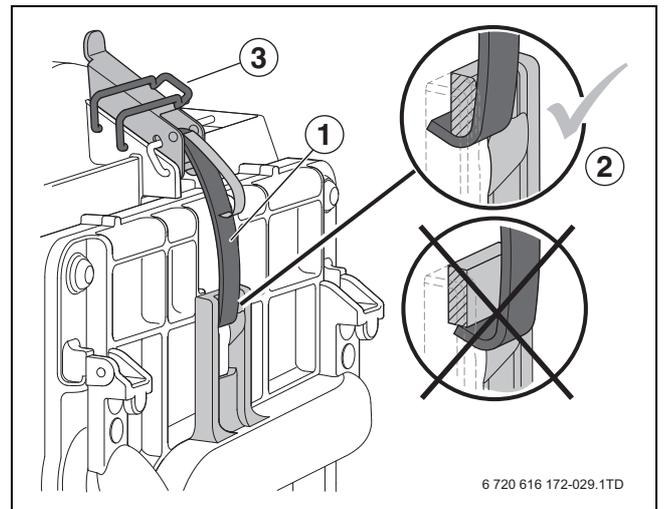

Bild 96 Schnappverschlüsse befestigen und sichern
- ▶ Nach der Montage des Brenners und Brennerabdeckung immer die Schnappverschlüsse mit den dazugehörigen Sicherungsklammern [3] sichern (→ Bild 96).